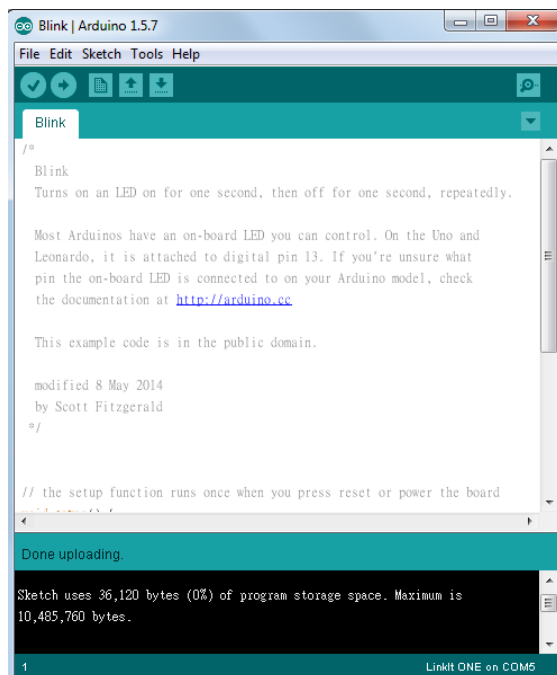

图 15 在 Arduino IDE 工具栏的上传按钮
3) 在 **File** 选单点击 **Upload**，或直接点击图 15 的上传按钮。